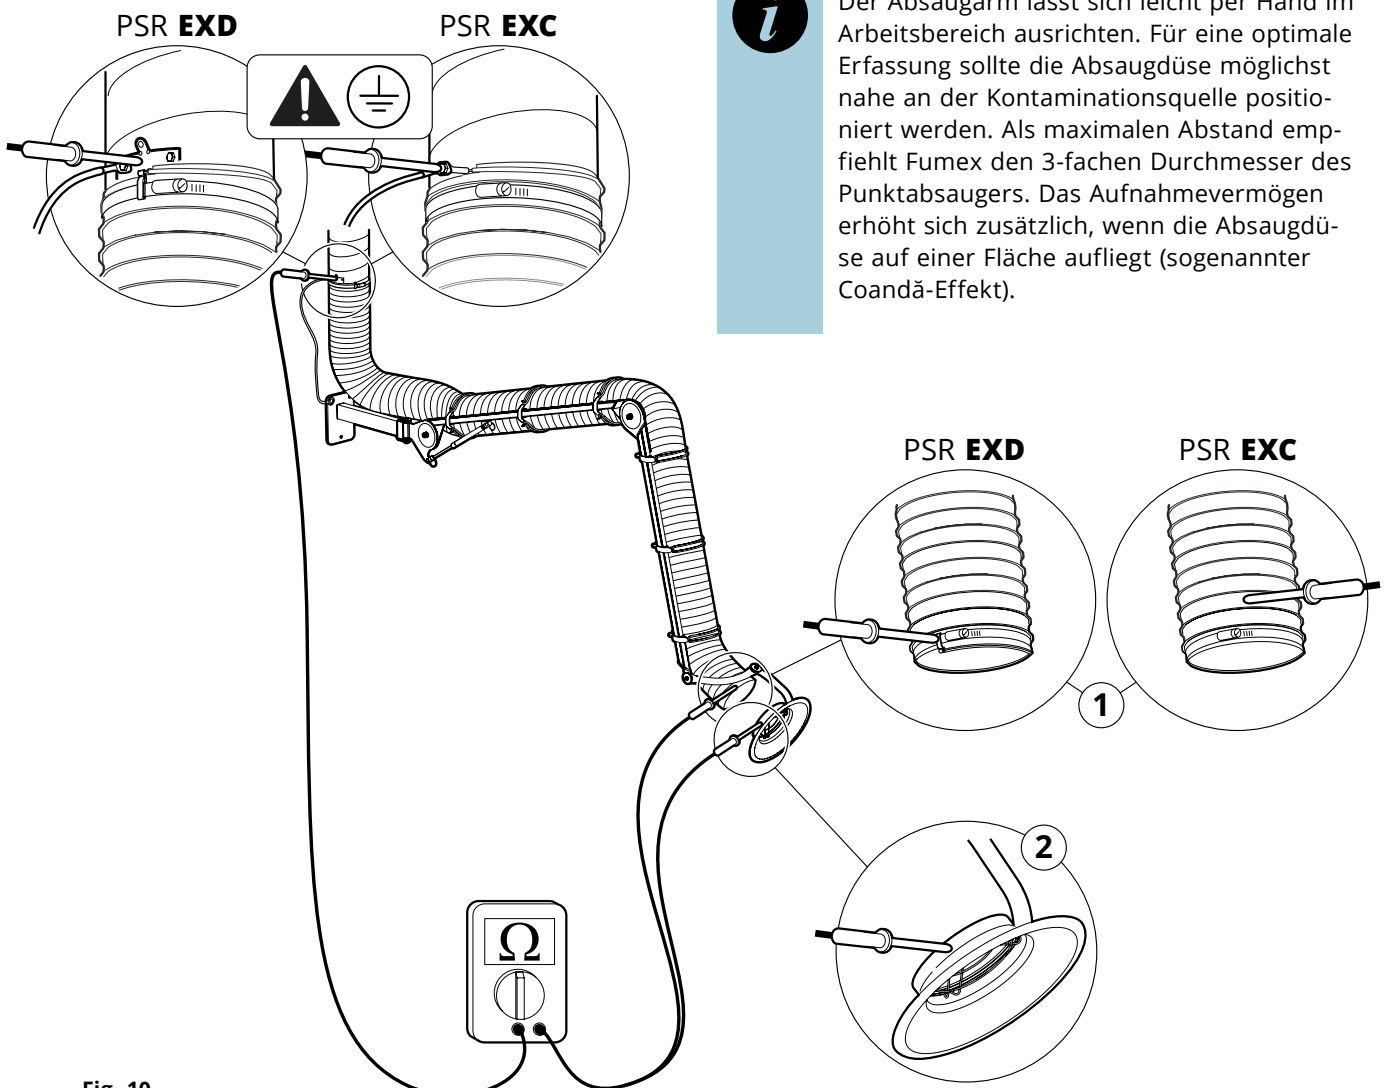

Fig. 10
3. Den Widerstand des Schlauchs mit einem kalibrierten Ohmmeter messen, siehe 1, **Fig. 10**. Der Widerstand zwischen den Messpunkten (Erdungsebene/Schlauchende) muss kleiner als 1 MΩ sein.
4. Den Widerstand des Absaugarmes mit einem kalibrierten Ohmmeter messen, siehe 2, **Fig. 10**. Der Widerstand zwischen den Messpunkten (Erdungsebene/Haube) muss kleiner als 1 MΩ sein.